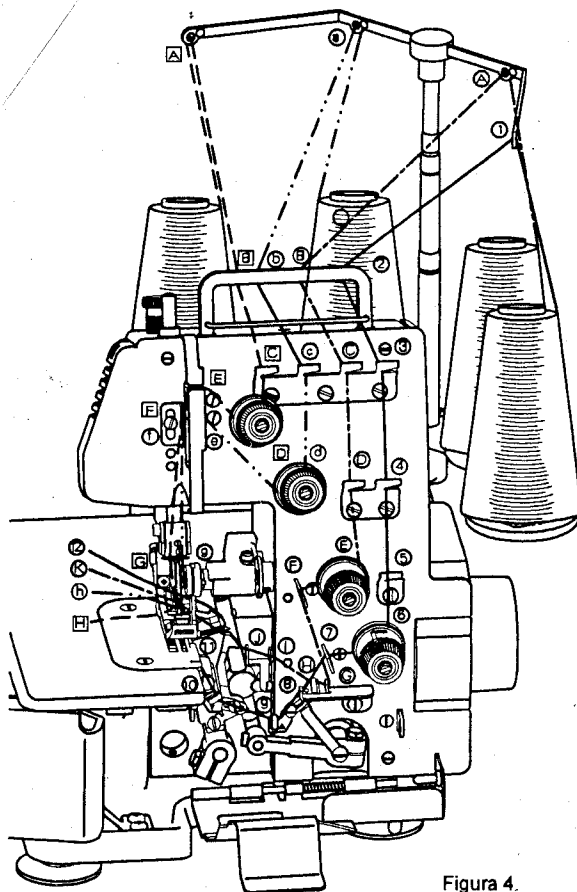

Figura 4.
- Abra la cubierta de la cuchilla y la cubierta lateral (Figura 4).
- Enhebrado de la maquina se hace siguiendo el orden numérico o alfabético que se muestra en la Figura 4 y 5
| 1. Guías verde y crochet superior    | (A) - (K)  | (Figura 4, 5) |
| 2. Guías azul y crochet inferior     | (I) - (II) | (Figura 4, 5) |
| 3. Guías amarillo y aguja derecha    | (a) - (h)  | (Figura 4, 6) |
| 4. Guías naranjada y aguja izquierda | (A) - (H)  | (Figura 4, 6) |